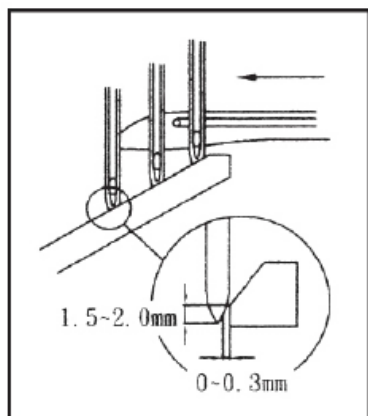

Рис. 30
2. Когда конец петлителя сместится к центру левой иглы, установите переднее ограждение иглы на 1,5 мм - на 2,0 мм выше левой иглы. При этом зазор между левой и правой иглами и их ограждениями должен составлять 0 – 0,3 мм (см. Рис. 30 и 31).